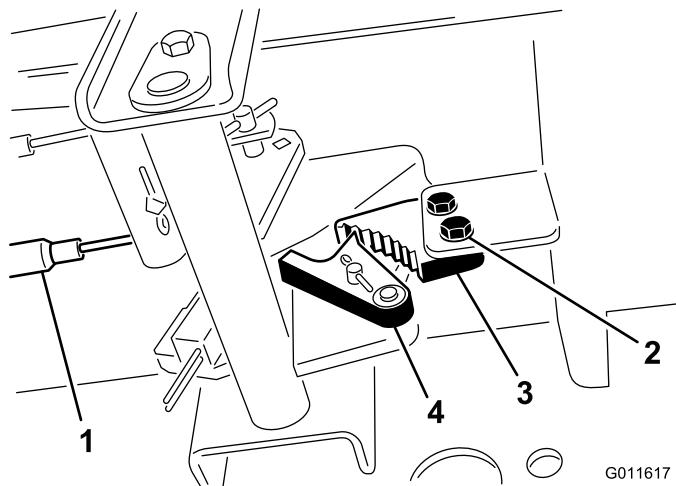

Рисунок 68
- Ослабьте два винта крепления защелки стояночного тормоза к раме (Рисунок 68).
- Нажмите педаль тормоза вперед, пока углубление тормоза не войдет полностью в зацепление с защелкой тормоза (Рисунок 68).